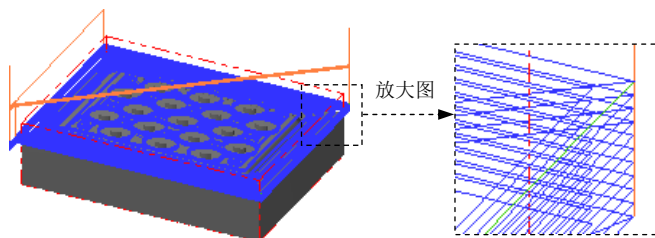

图 25.12 刀具路径
(1) 在“曲面粗加工挖槽”对话框中单击**粗加工参数**选项卡，然后在**进刀选项**区域选中 ☒ **螺旋式下刀**、☒ **由切削范围外下刀** 复选框，在 **Z 轴最大进给量** 文本框中输入值 0.5。
(2) 单击 **切削深度(D)...** 按钮，在系统弹出的“切削深度设置”对话框中选中 ☒ **绝对坐标** 单选项，然后在 **绝对的深度** 区域的 **最高位置** 文本框中输入值 0，在 **最低位置** 文本框中输入值 -10。单击 ☒ 按钮，系统返回至“曲面粗加工挖槽”对话框。
(3) 设置间隙参数。单击 **间隙设置(G)...** 按钮，系统弹出“刀具路径的间隙设定”对话框，选中 ☒ **切削顺序最佳化** 复选框，其他参数均采用系统默认设置值。单击 ☒ 按钮，系统返回至“曲面粗加工挖槽”对话框中。
Step10. 单击“曲面粗加工挖槽”对话框中的 ☒ 按钮，完成加工参数的设置，此时系统将自动生成图 25.12 所示的刀具路径。